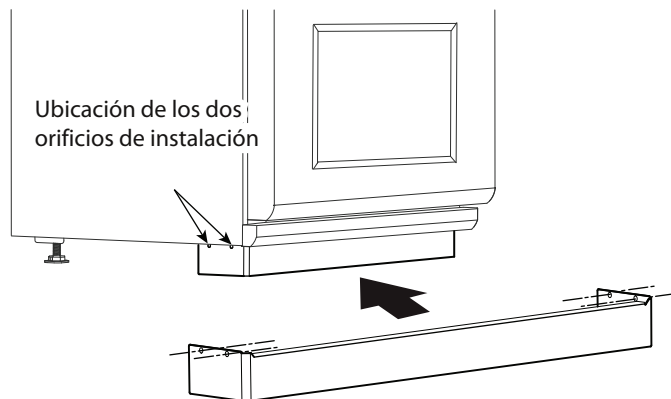

Figura 30: Instalación del rodapié
1. Quite las cubiertas de las patas deslizando la pieza exterior de la cubierta de la pata hacia abajo, desenganchando las muescas extruidas de la base de aluminio (vea la *Figura 30*).